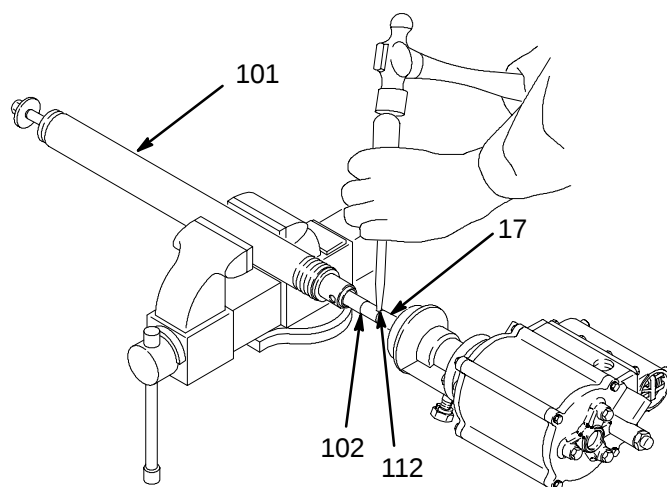

Fig. 7
5. Siga desenroscando a mano el motor (1) del cilindro (101), hasta que el pasador (112) que une la base de la varilla (17) con la biela (102) sea accesible. Utilice un punzón para extraer el pasador (112) de las varillas (17 y 102). Vea la Fig. 7.
2. Coloque el pasador (112\*) en el orificio para sujetar las dos varillas (17 y 102). Asegúrese de que el pasador quede completamente introducido o por debajo de la superficie de la varilla (17). Enrosque a mano el motor (1) en el cilindro (101). Vea la Fig. 7.